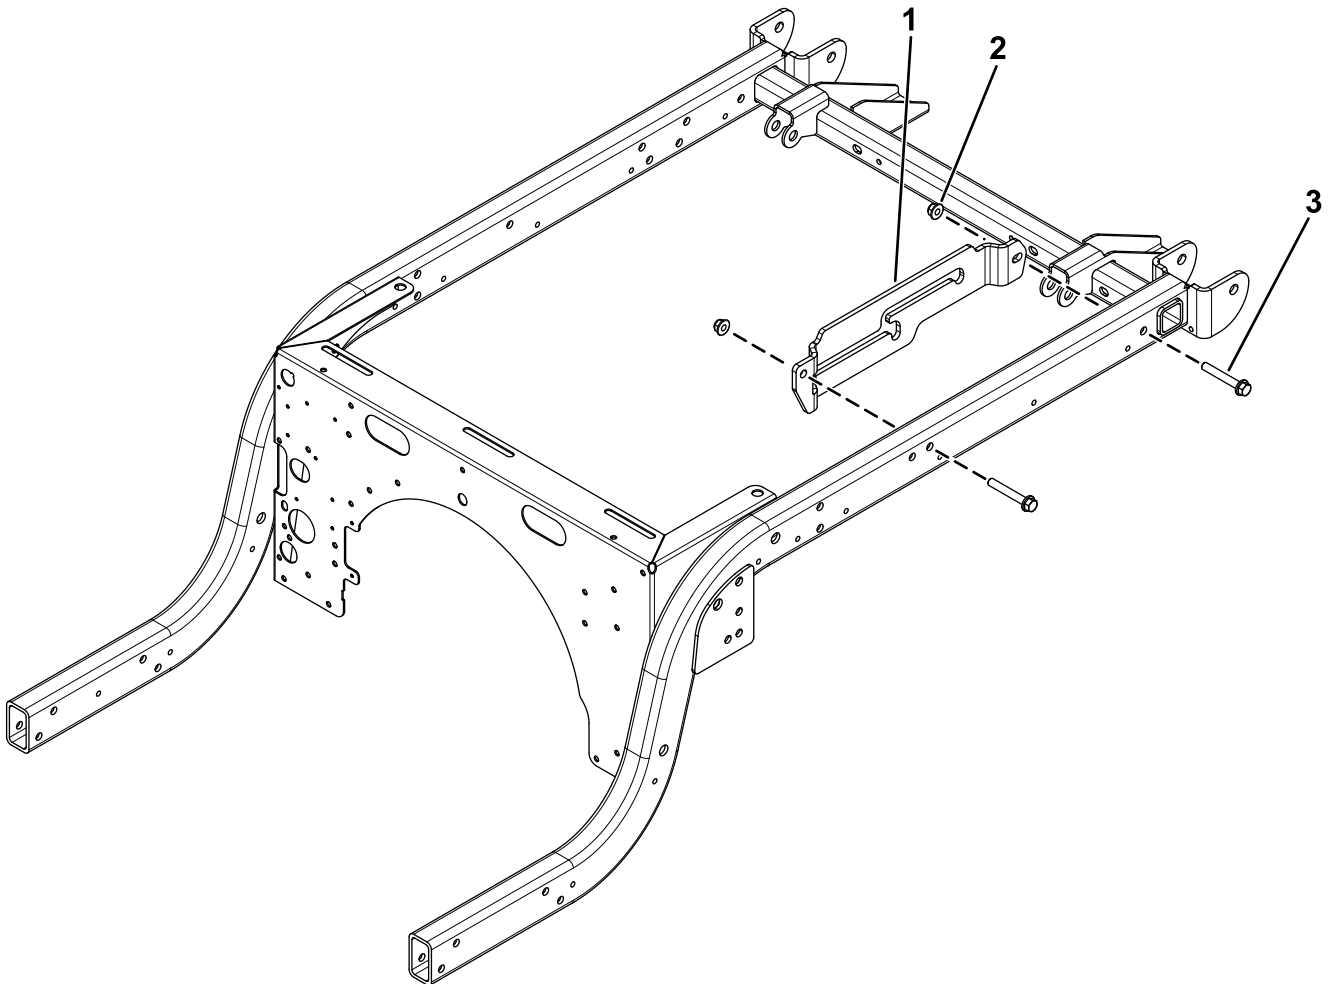

图 3
1. 如图 3 所示，用 2 个六角头螺栓 ($\frac{3}{8}$ x $2\frac{1}{2}$ 英寸) 和 2 个锁紧螺母 ($\frac{3}{8}$ 英寸) 将支撑杆支架固定到机器机架。